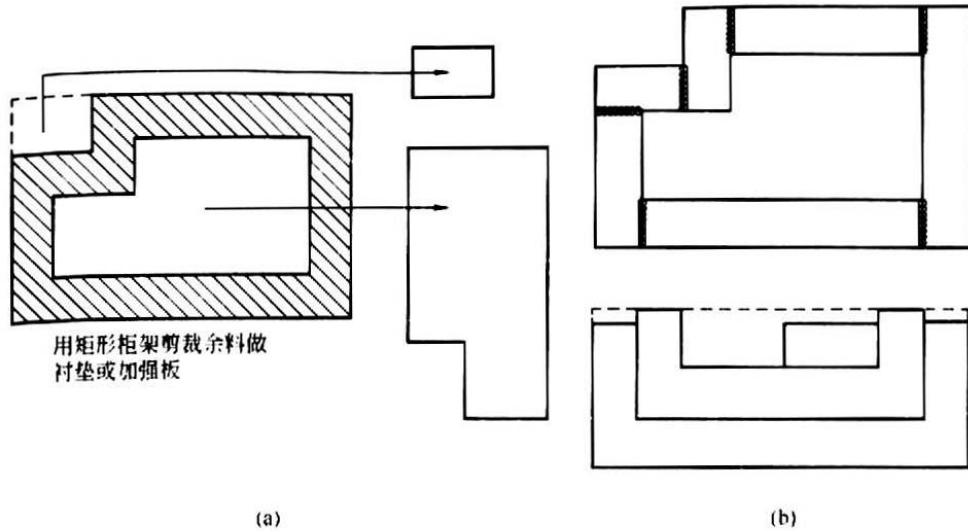

图 21 剪裁余料的合理选择和应用示意
② 对结构布局和设计方案进行优化可以节约材料和焊接时间。在决定采用图 21(a)和图